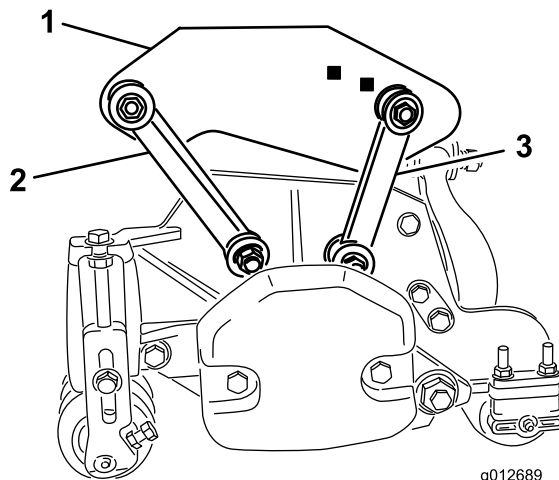

図 19
- ・ 前取り付けリンクは、ボルト (3/8 x 2-1/4 inch)、平ワッシャ 2 枚、ロックナット 1 個を使い、図 19 のようにキャリア・フレームの穴に取り付ける。取り
- ・ 後取り付けリンクは、ボルト (3/8 x 2-1/4 inch)、平ワッシャ 2 枚、ロックナット 1 個を使い、図 19 のように後キャリア・フレームの穴に取り付ける。取り付ける時にリンクの各側にワッシャを入れる。4.3 kg.mにトルク締めする。